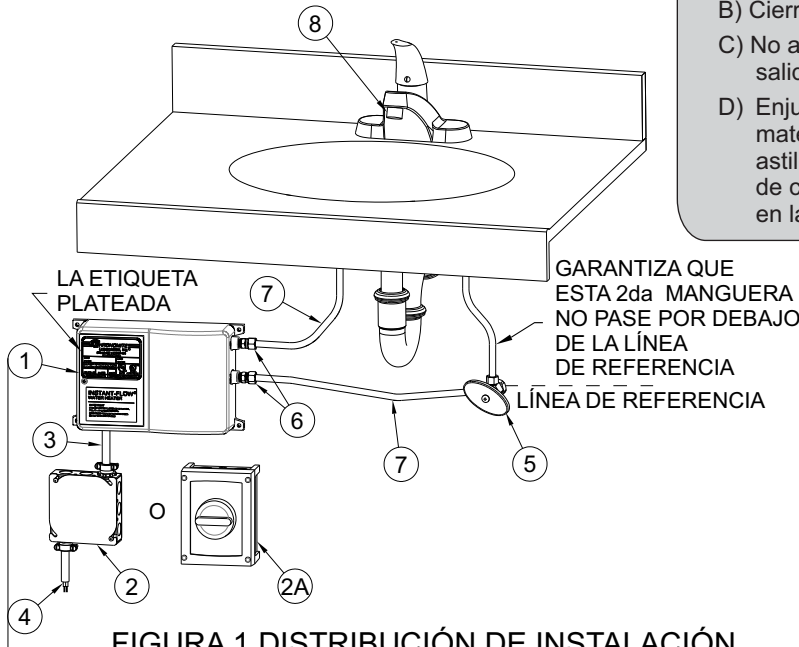

FIGURA 1 DISTRIBUCIÓN DE INSTALACIÓN
2. Montar la unidad horizontalmente contra la pared, de manera que la etiqueta plateada se lea correctamente (ver Figura 1). Utilizar el nivel para confirmar que la unidad esté nivelada y montar los cuatro pernos a través de las bridas ubicadas en cada esquina utilizando taquetes.
3. Conexión de la plomería. Utilizar 1/4" NPT hembra o una manguera con 3/8" de compresión en la entrada de agua fría y en la salida de agua caliente a las conexiones de entrada de grifo de 3/8" de compresión (ver Figura 1). **NO APLICAR CALOR A ESTAS CONEXIONES.**